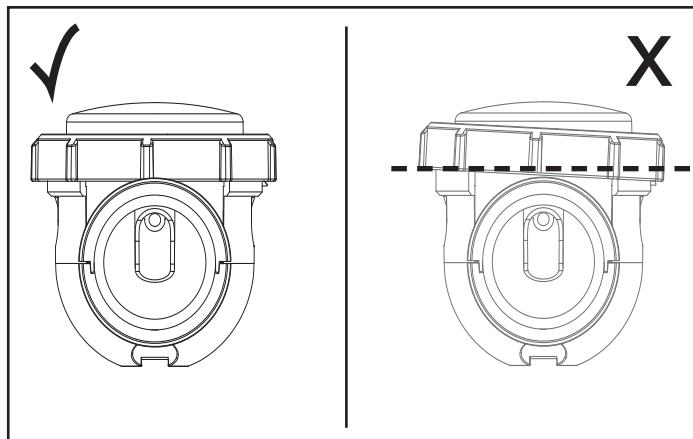

Figure 30. Blocage du niveau de l'anneau de blocage
**REMARQUE** S'assurer que l'anneau de blocage soit de niveau avant d'insérer la niche de filetage (Voir Figure 30).